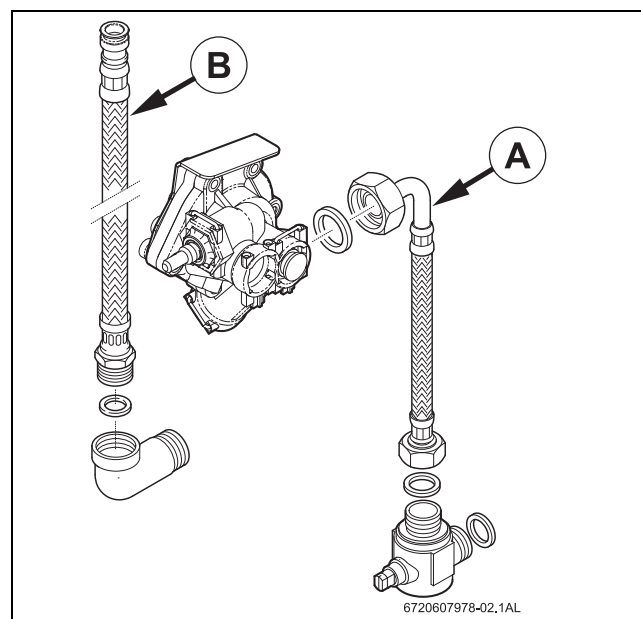

Fig. 4 Raccordement d'eau
- ▶ Identifier le tuyau d'eau froide (Fig. 4, élément A) et le tuyau d'eau chaude (Fig. 4, élément B), afin d'éviter l'éventualité d'une fausse connexion.